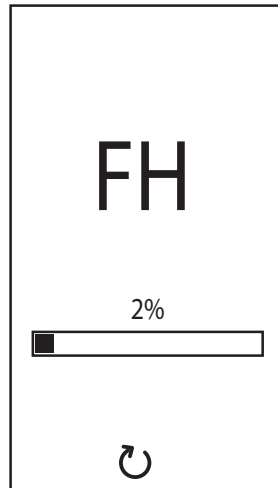

Abb. 8- Entlüftung bei eingeschaltetem Gebläse
- Auf dem Display wird für 20 Sekunden die Anzeige **FH** eingeblendet, die auf den laufenden Entlüftungszyklus der Heizanlage bei eingeschaltetem Gebläse hinweist (abb. 8).